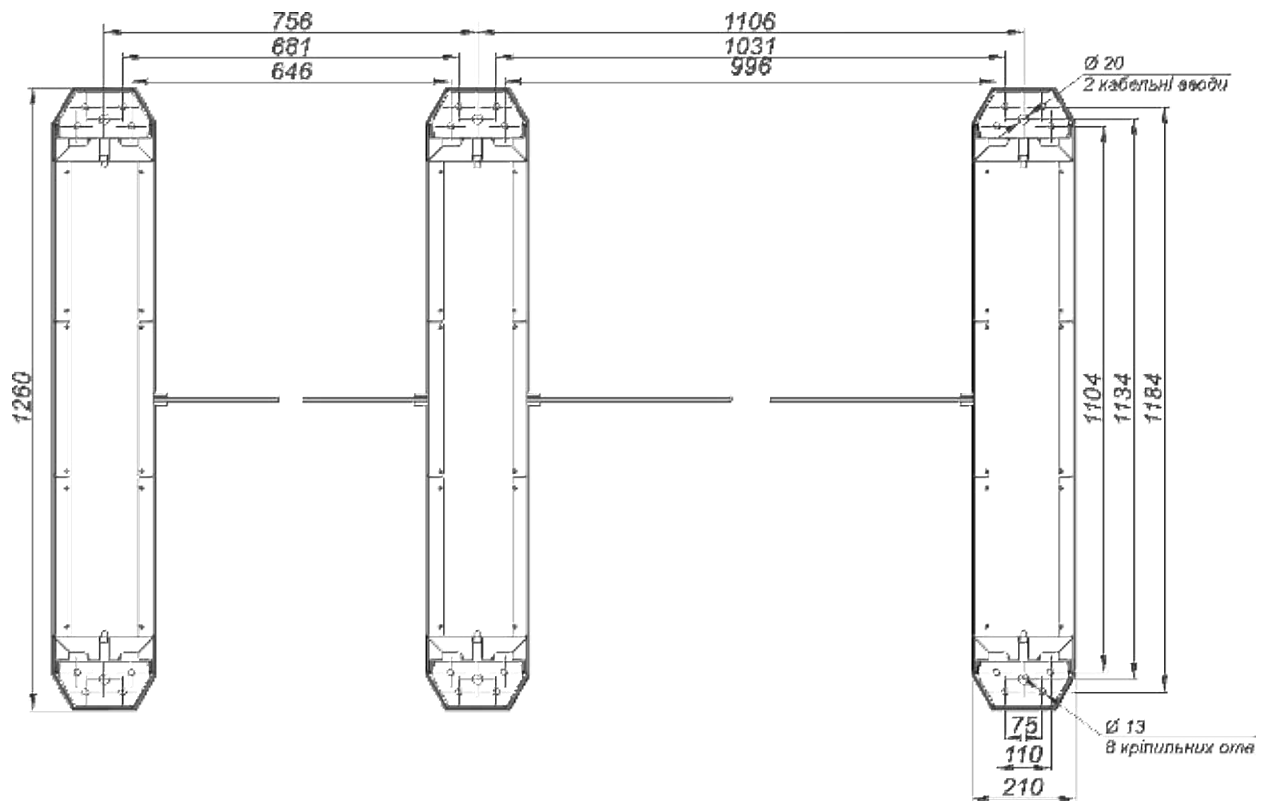

Рис.17– Установочні розміри комплексу турнікетів «Sweeper-WP-1» і «Sweeper-WP-2»
5. - З'єднати кріпильні отвори в нижній пластині турнікету з підготовленими отворами в поверхні згідно з розміткою рис.17 і закріпити турнікет за допомогою анкерів, що є в комплекті.